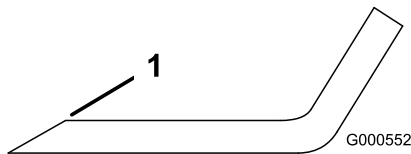

図 69
- ブレードは、両端部の刃先をやすりで磨く図 69。
注 もし傾くようなら、重い方のセイル部を少し削って調整します図 69。